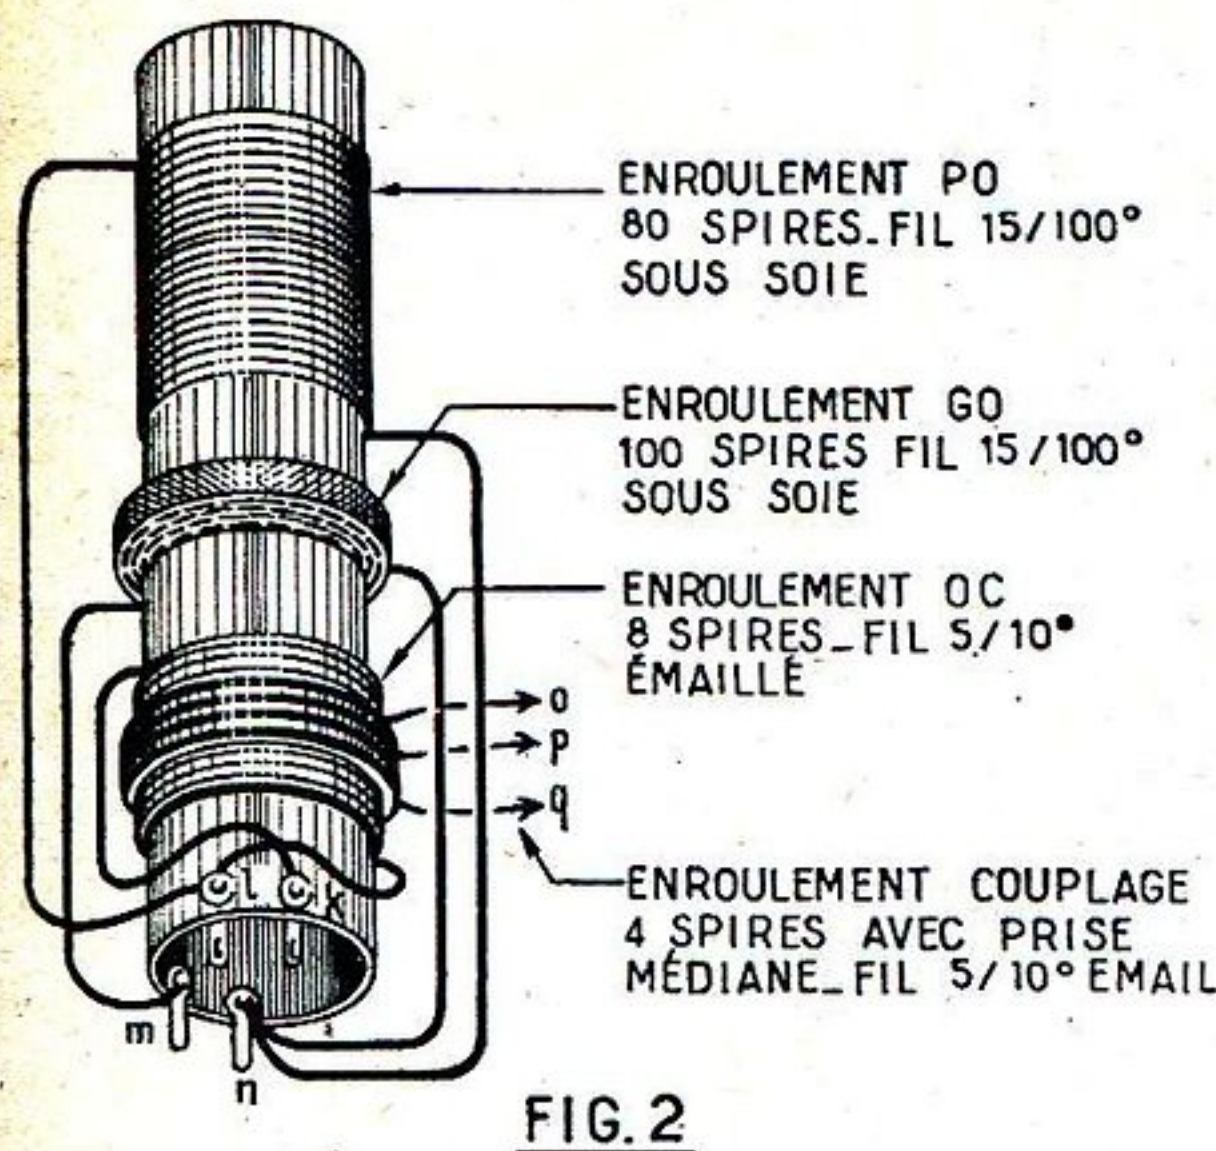

FIG. 2
Les détails de ce bobinage sont donnés à la figure 2. Pour réaliser le bobinage, on prend comme mandrin un tube de carton bakélinisé de 25 mm de diamètre et 110 mm de long, sur lequel on sertit 4 cosses. A l'extrémité opposée aux cosses, on bobine à spires jointives 80 tours de fil 15/100 isolé sous soie. A chaque extrémité cet enroulement est arrêté en passant le fil par des trous très fins pratiqués dans le tube avec une pointe. De cette façon le fil passe à l'intérieur du tube.
Ce bobinage constitue l'enroulement de couplage. Il faut maintenant souder les entrées et les sorties sur les cosses sauf pour l'enroulement de couplage. On voit clairement sur la figure 2 la répartition des fils sur les cosses. Après les avoir dénudés à la longueur voulue, on soude l'entrée de l'enroulement de 8 tours sur la cosse K. Sur la cosse l, on soude la sortie de cet enroulement et l'entrée de l'enroulement de 80 tours. Sur la cosse m, on soude la sortie de l'enroulement de 80 tours et l'entrée de celui de 100 tours. Enfin la sortie de ce dernier est soudée sur la cosse n.
On commence par donner à ces spires la forme indiquée à la figure 2. On prend ensuite une plaque carrée de matière isolante (bakélite, pexiglass...). On perce un trou central destiné à recevoir l'axe du pivot, puis quatre autres trous de 5 ou 6 mm de diamètre disposés suivant les sommets d'un rectangle. Dans ces trous s'enfileront les extrémités des spires du cadre. La distance entre les deux spires doit être de 15 mm. Lorsque les spires sont placées sur la plaque isolante on assure la régularité de l'espacement et la rigidité en serrant les branches supérieures entre deux barrettes isolantes.
- 1 bobinage selon figure 2.